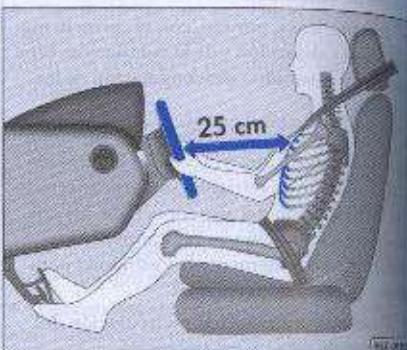

Fig. 97 Posición correcta del conductor: la distancia del conductor con relación al volante tendrá que ser de por lo menos 25 cm
- Ajuste el volante hasta alcanzar la profundidad y altura deseadas \rightarrow fig. 97.